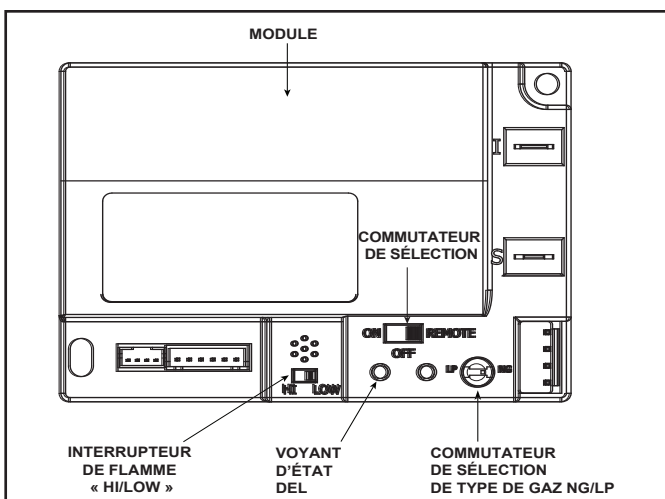

Figure 3.8. - Module de commande
1. Le module de commande est muni d'un commutateur de sélection ON/OFF/REMOTE qui doit être réglé. Voir la Figure 3.8
2. Si un interrupteur mural câblé est utilisé quand le mode à REMOTE du module est activé, la hauteur des flammes peut être réglée au moyen du commutateur de sélection HI/LO du module. Voir la Figure 3.8 Notez que le commutateur de sélection de flamme « HI/LO » sera désactivé une fois la commande à distance optionnelle (RC200/RC300) programmée au module de commande. Notez que le module de commande allumera toujours le foyer à « HI » et conservera ce réglage pendant les 10 premières secondes de fonctionnement. Si le commutateur HI/LO est en position LO, la hauteur de flamme se réglera automatiquement au minimum après 10 secondes. Une fois ces 10 secondes écoulées, la hauteur de la flamme pourra être ajustée de HI à LO au moyen du commutateur.
- Localisez le module du commutateur de sélection. (Voir la Figure 3.8)
- Attendez cinq (5) minutes que les gaz potentiels se dissipent.